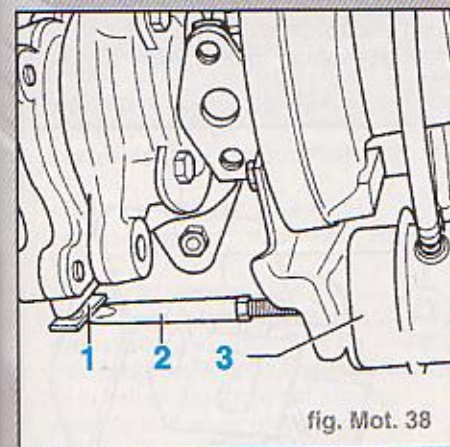

fig. Mot. 38
- Lancer le moteur et l'amener au régime maxi en enfonçant subitement l'accélérateur. La tringle de commande (2) doit se déplacer (fig. Mot. 38).